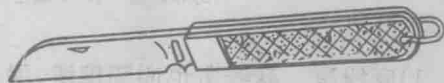

图2-11 电工刀
(7)电工刀 电工刀是用来剖削电线线头,切割木台缺口,削制木棒的专用工具,其外形如图2-11所示。